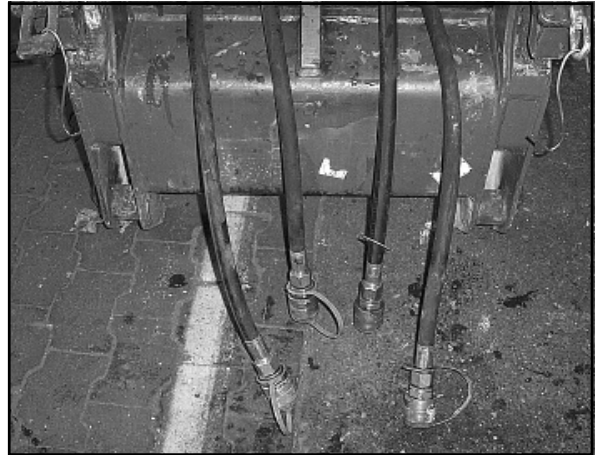

Bild 10
(9) Die unter Punkt (5) gelösten Schraubkupplungen an den Hydraulikschlauchleitungen des Tieflöffels anschrauben (SW 36 und SW 41) (Bild 10).